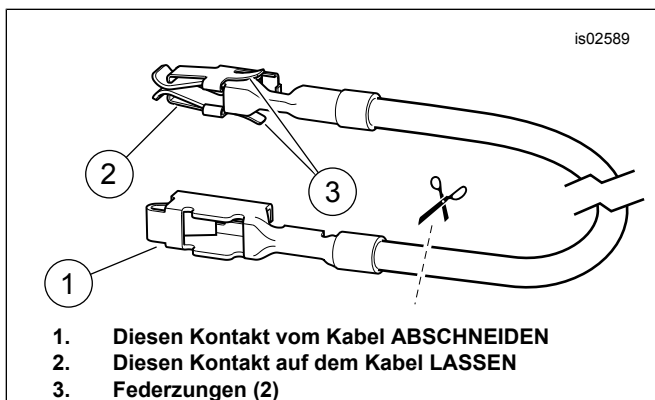

Abbildung 17. Sicherungsblock-Adapterkabel (Dyna- und Softtail-Modelle)
3. Siehe Abbildung 27. Das orange/weiße Sicherungsblock-Adapterkabel (12) aus dem Satz bereitlegen. Den Kontakt an beiden Enden notieren (siehe Abbildung 17). Nur der Kontakt mit den Federzungen passt in diesen Sicherungsblock. Den nicht benötigten Kontakt sorgfältig abtrennen und entsorgen.
3. Siehe Abbildung 27. Das orange/weiße Sicherungsblock-Adapterkabel (12) aus dem Satz bereitlegen. Den Kontakt an beiden Enden notieren (siehe Abbildung 17). Nur der Kontakt mit den Federzungen passt in diesen Sicherungsblock. Den nicht benötigten Kontakt vorsichtig abschneiden und entsorgen.